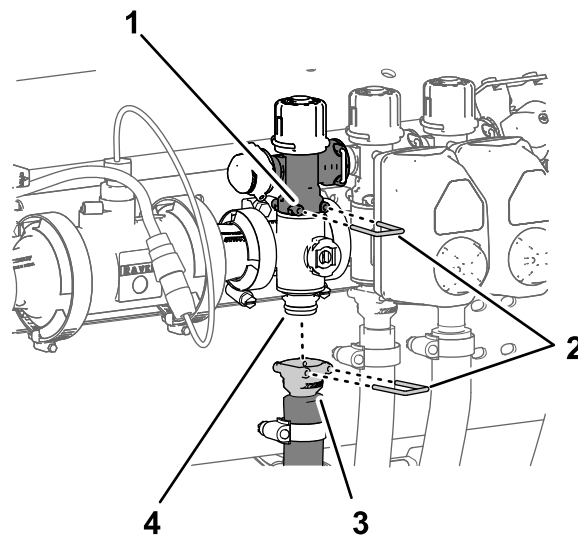

Рисунок 110
1. Снимите штифт быстрого разъема, который крепит быстрый соединитель перепускного клапана секции к коллекторному клапану секции (Рисунок 110).
2. Снимите штифт быстрого разъема соединения, который крепит быстрый соединитель шланга подачи секции к коллектору быстрого разъема штуцера на коллекторном клапане секции (Рисунок 110).